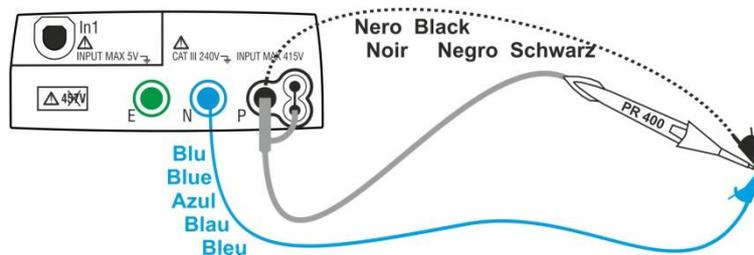

Fig. 7: Compensação da resistência dos cabos individuais e da ponteira remota
- Ligar os crocodilos e/ou as ponteiros e/ou a ponteira remota entre si como se mostra na Fig. 7.